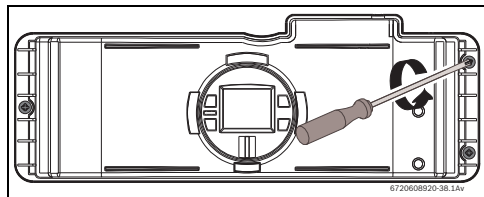
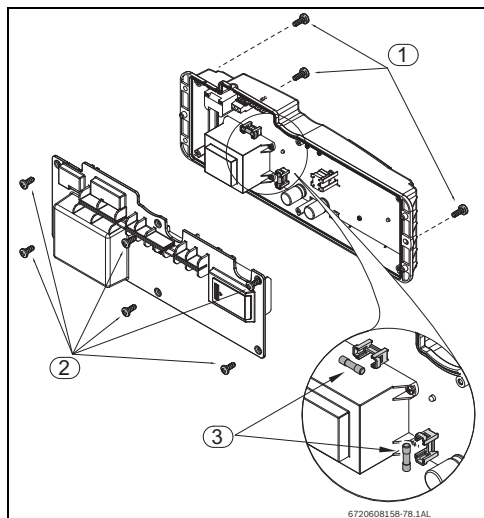

Fig. 44
Fig. 45 Ubicación de los fusibles
- Aflojar tres tornillos en la parte de lantera de la caja electrónica (Fig.44 y Fig.45, pos. 1).
- Halar la caja electrónica para acceder a los seis tornillos en la parte posterior y retirarlos (Fig.45, pos. 2).